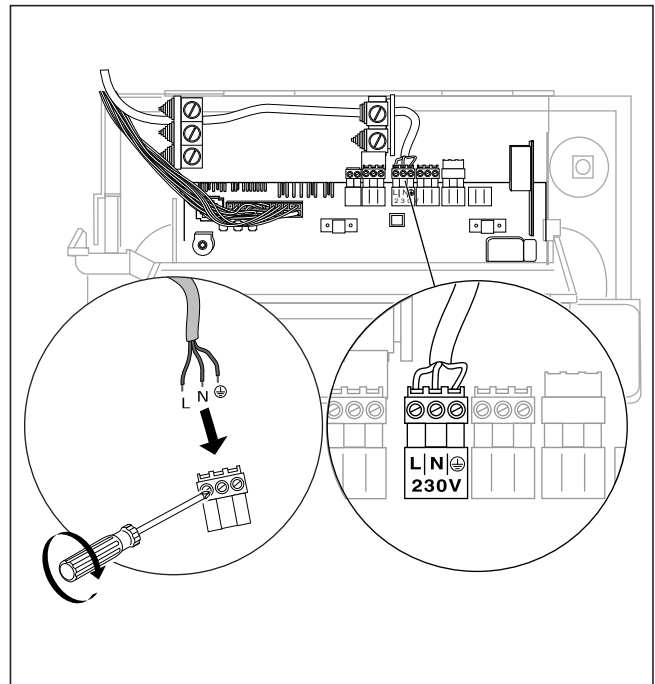

Рис. 4.4 Присоединение сетевого кабеля
Газовые котлы фирмы "Vaillant" оснащены соединительными штекерами системы Pro E для облегчения электромонтажа, и в них выполнен электромонтаж в готовом к подключению виде. Провод подключения к сети и все прочие соединительные кабели (например, отопительного насоса и т.д.) могут быть присоединены к клеммам предусмотренных для этой цели штекеров системы Pro E (смотри рис. 4.4).
- Проложите сетевой кабель к соответствующим штекерам системы Pro E в котле. Присоедините сетевой кабель к клеммам штекера подключения сети системы Pro E (смотри рис. 4.4 и 4.5).